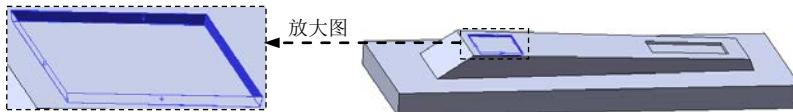

图 12.2.14 拔模 3
- (3) 定义切除深度属性。在“切除一拉伸”对话框 **方向 1** 区域的 下拉列表中选择 **给定深度** 选项，在 中输入深度值 1.0。其他选择默认设置值。
- (4) 单击 按钮，完成切除一拉伸 2 的创建。
Step8. 创建图 12.2.14 所示的零件特征——拔模 3。
- (1) 选择命令。选择下拉菜单 **插入(I)** → **特征(F)** → **拔模(M)** … 命令（或单击“特征(F)”工具栏中的 按钮）。